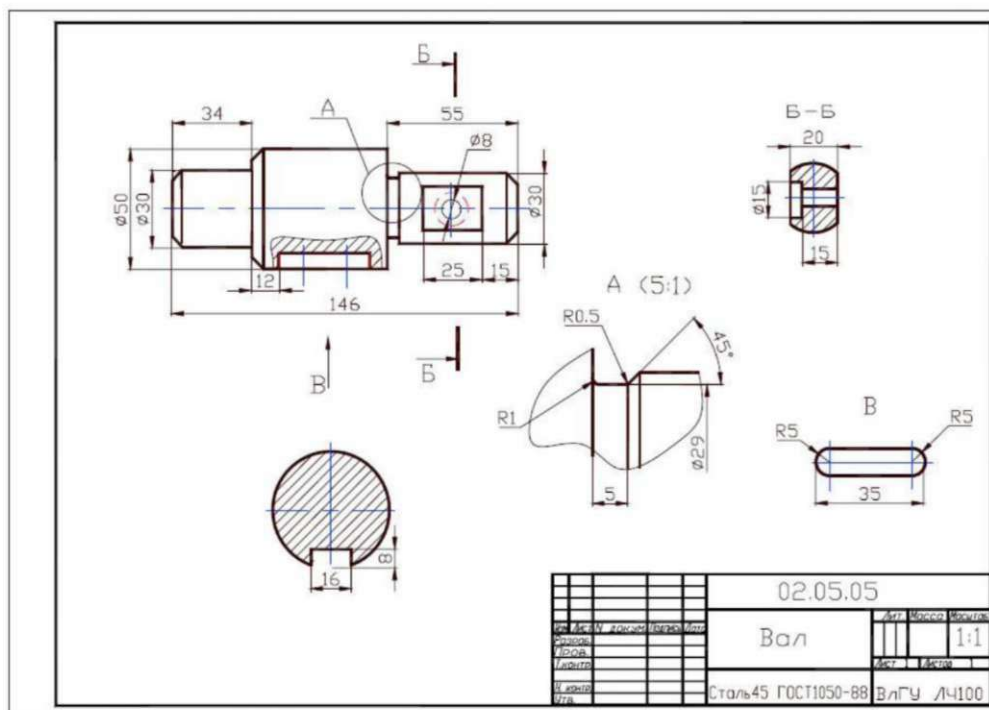

Рисунок 5 – Задание к ЛР 5
1. Построить чертеж детали согласно заданию (рис. 5).